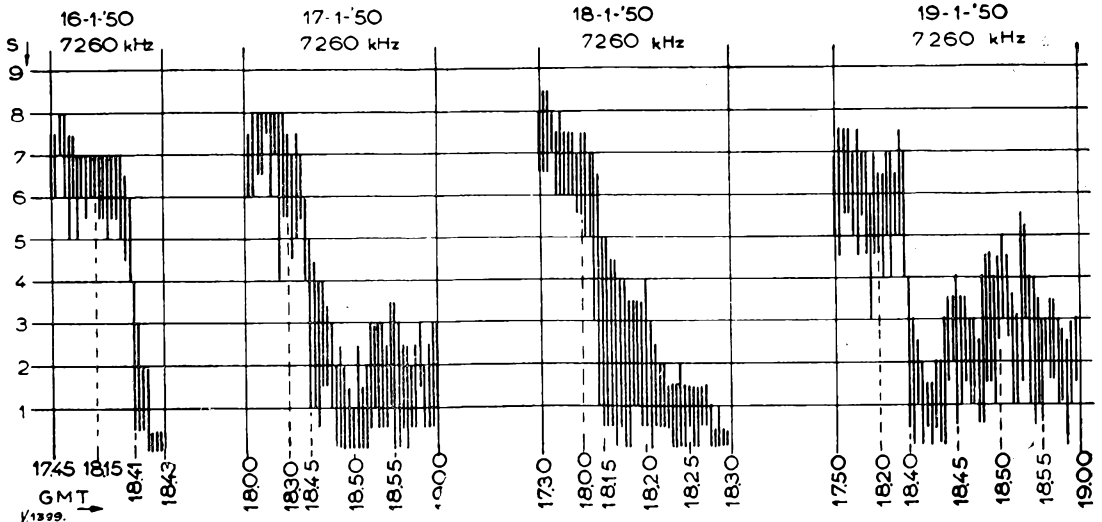

Fig. 1
grafiek fig. 1. Elk verticaal streepje verbindt daarbij de hoogste met de laagste afgelezen S-waarde van het signaal gedurende perioden van 20 seconden. Tot de tijd van het wegzakken werd $1 \times$ per 3 min.
1. Dat de werkelijke tijden volgens fig. 1 later vallen dan de voorspellingen.